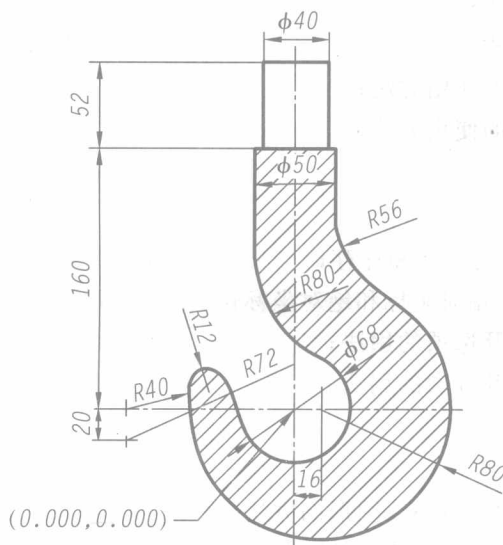

图 1-2 吊钩平面图形
7. 如图 1-2 所示, 根据图样尺寸绘制吊钩图形并求阴影面积。